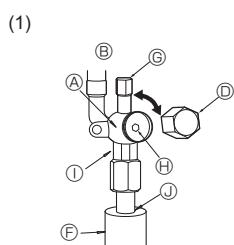

Fig. 4-6
(1) Запорный кран со стороны жидкости (Fig. 4-6)
- ① Снимите колпачок и поверните шток золотника против часовой стрелки до упора, используя для этой цели 4 мм шестиугольный гаечный ключ. Прекратите поворачивать шток в момент, когда тот достигнет стопора. (Приблизительно 10 оборотов)
② Убедитесь в том, что запорный кран полностью открыт, и поверните колпачок в первоначальное положение.